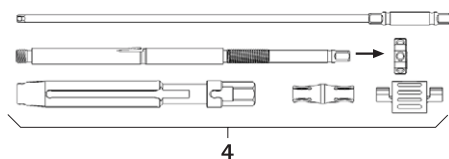

Fig. 2
- Smontaggio della leva di riduzione 4, vedere Fig. 2. Disassemblare la leva di riduzione completamente e svitare il dado di serraggio.